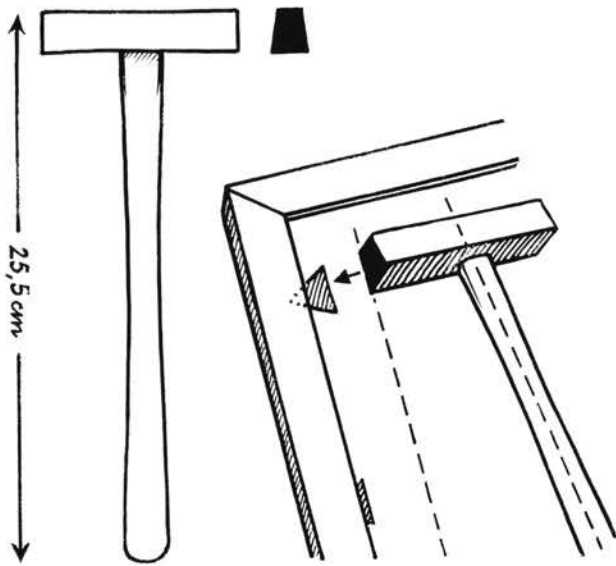

Fig. 32
3. Le **marteau d'encadreur** est petit, en parfaite adaptation avec la délicatesse du travail à effectuer. Son fer est coupé dans une barre d'acier à section en trapèze: 15 mm de hauteur, 10 et 14 mm pour les deux bases. La plus large étant en bas, le manche de quelque 25 cm de long se relève vers l'extrémité lorsque le marteau est posé à plat sur le fond du tableau. Cela permet une manipulation facile à l'horizontale pour planter dans le cadre les menues pointes qui tiendront le carton (cf. Fig. 32).